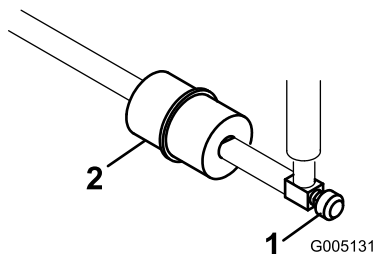

Figura 40
El filtro de combustible en línea se encuentra en el tubo de combustible, entre el depósito de combustible y el carburador (Figura 40).
1. Cierre la válvula de cierre del combustible (Figura 40).
2. Coloque un recipiente debajo del filtro, afloje la abrazadera en el lado del carburador del filtro y retire el tubo de combustible del filtro (Figura 40).
3. Afloje la otra abrazadera y retire el filtro (Figura 40).